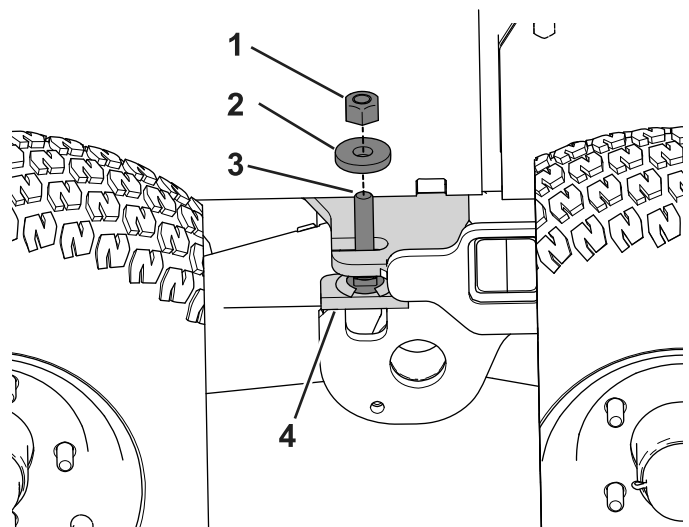

図 86
2. ボギーストップアセンブリについているねじ山付きスタッドからロックナットとワッシャを取り外して脇に置く 図 86。